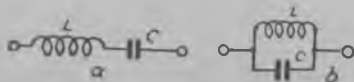

Fig. 1. — Circuits résonnants en série et en parallèle.
- Une *self* (1) laisse passer le courant continu, mais elle arrête le courant alternatif d'autant mieux que la fréquence est plus élevée et la self plus grande. Donc, une self agit exactement à l'opposé d'un condensateur.
- Un *circuit résonnant en série* (fig. 1, a) arrête le courant continu (puisque son condensateur coupe le circuit) et freine le courant alternatif
- Un *circuit résonnant en parallèle* (fig. 1, b) jouit des propriétés opposées. Il se laisse traverser par le courant continu (à cause de la self) ainsi que par l'alternatif (à cause du condensateur). Par contre, lorsque cet alternatif atteint la fréquence de résonance du circuit, également donnée par la formule ci-dessus, il lui offre une résistance très grande et agit comme un véritable bouchon.